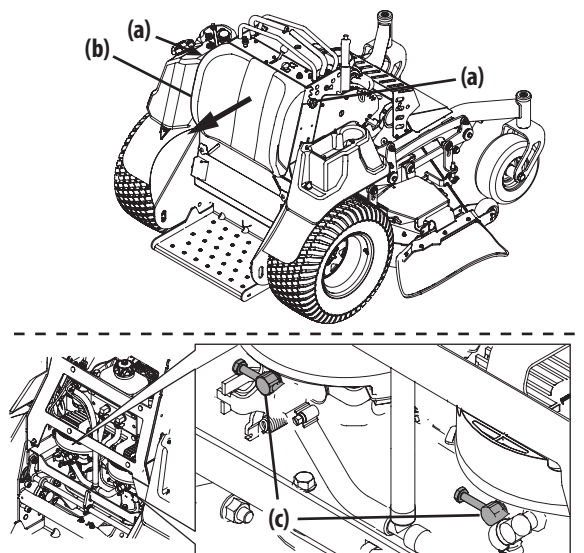

Figure 25
1. Desserrez les deux boutons en étoile (a) qui fixent le repose-jambes (b) à la tondeuse (Figure 25).
4. Repérez les transmissions hydrostatiques et ouvrez les deux vannes de dérivation (c) de deux tours au maximum (Figure 25).